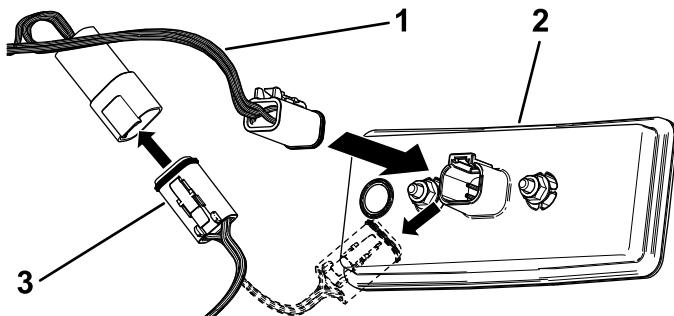

**Figura 2**
- **Workman GTX:** Utilizando 4 parafusos hexagonais de cabeça flangeada (5/16 x 3/4 pol.), instale o suporte no lado inferior da plataforma de carga (A em Figura 2).
- **Workman MDX:** Remova os 2 parafusos de cabeça de flange existentes da parte inferior da plataforma de carga e utilize-os para instalar o suporte (B em Figura 2).
- **Workman HDX:** Remova os 4 parafusos de cabeça de flange existentes da placa de engate (reboque) e utilize-os para instalar o suporte (C em Figura 2).